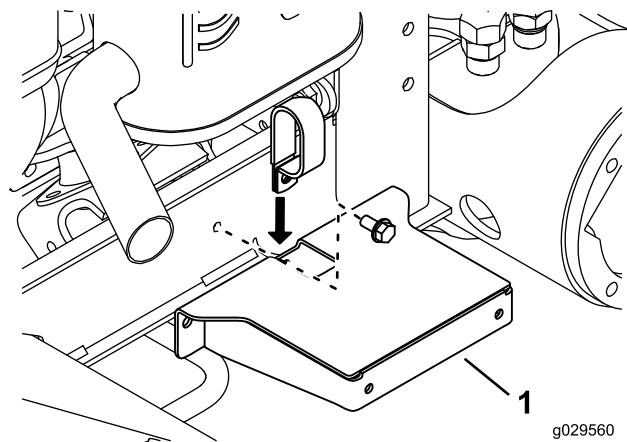

Figure 18
5. Insérez le bas du collier dans la fente située au sommet du support d'aile (Figure 18).
11. Montez le collier de flexible et le support d'aile sur le profilé du cadre en serrant légèrement le boulon et l'écrou (voir Figure 18).